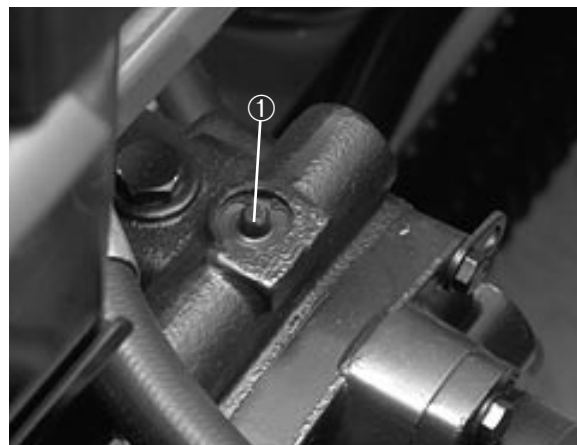

Figure 18
1. La vanne de dérivation se trouve en haut de la pompe à cylindrée variable (Fig. 18). Tourner la vanne de dérivation de 90 degrés dans un sens ou dans l'autre. Cela a pour effet d'ouvrir un passage interne dans la pompe et de dériver l'huile